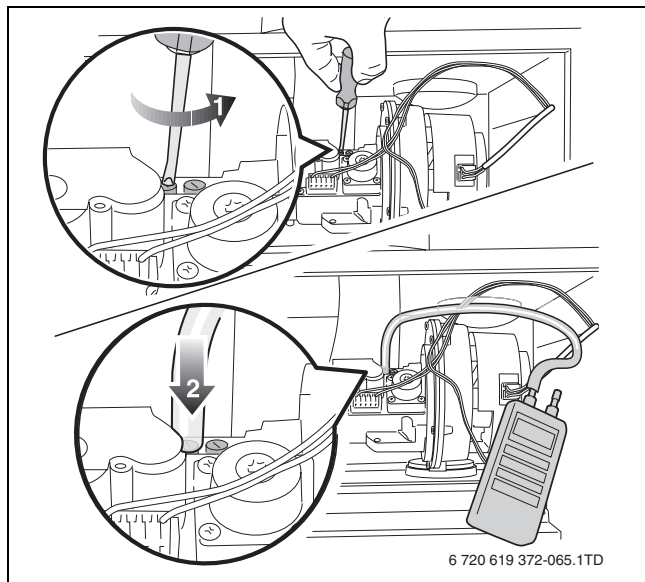

Fig. 68 Misurazione della pressione di collegamento del gas
- Allentare di 2 giri la vite di chiusura sul nippel di prova della pressione di collegamento gas e dello sfiato dell'aria (→ fig. 68, [1]).
- Collegare il tubo di misurazione dell'apparecchio di misurazione della pressione al morsetto positivo del nippel di prova (→ fig. 68, [2]).